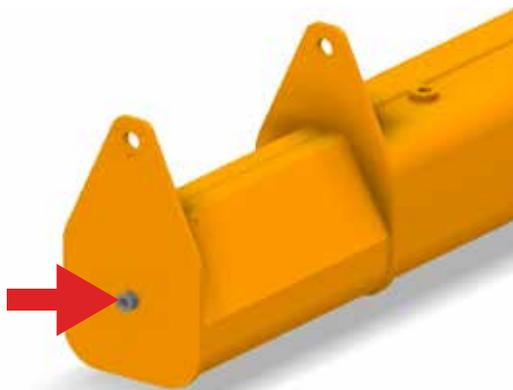

Abb.12
- ▶ Die Metallteile des Auslegerkrans (Säule oder Konsole und Arm) werden im Allgemeinen ohne Verpackung geliefert; an den Säulen und Armen befinden sich Befestigungshaken, um das Handling während der Installation zu erleichtern (Abb. 12).